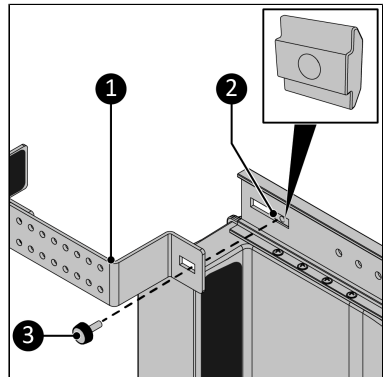

Abbildung 114.
7. Schrauben Sie die Halterung (Abbildung 114, Pos. 1) mit der Knopfschraube (Abbildung 114, Pos. 3) an der Hauptschiene in der vorderen Position fest. Stellen Sie sicher, dass Sie die Knopfschraube mit der Gleitmutter verbinden (Abbildung 114, Pos. 2).